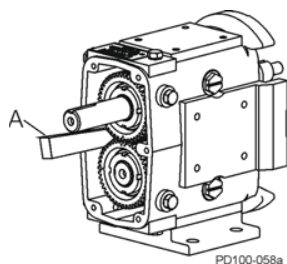

Abbildung 35 - Blockieren der Wellendrehung
4. Verhindern Sie die Drehung der Wellen mittels eines Holz- oder Kunststoffblocks (Abbildung 35, Pos. A). Steht kein Block zur Verfügung, verwenden Sie Lumpen zum Blockieren der Zahnräder oder, bei einem auf der Welle montierten Rotor, blockieren Sie den Rotor mit einem Nylonstift.